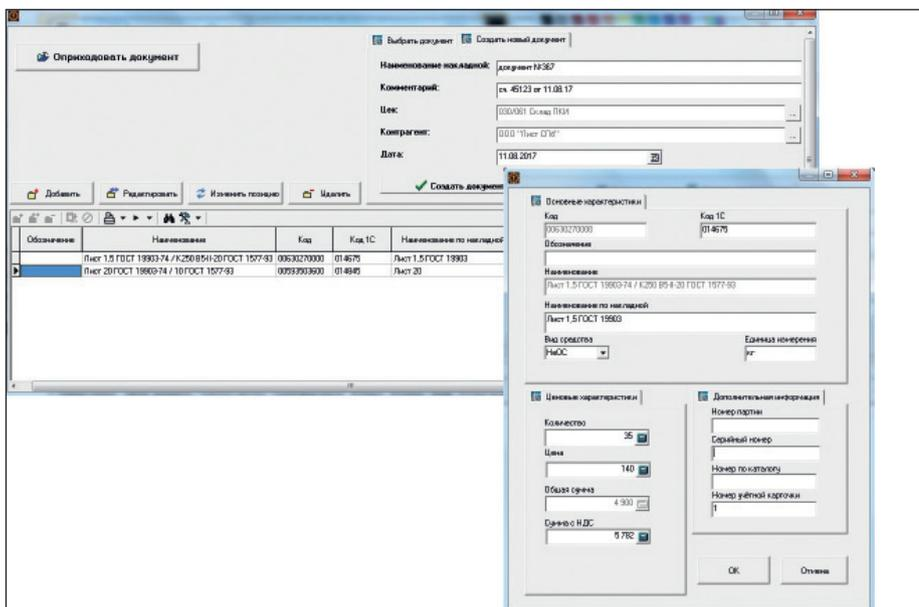

Рис. 2. Создание прихода номенклатуры
**Создание прихода от поставщика** (рис. 2). Создаются учетный документ "Приходный ордер" и расчетный документ "Накладная поставщика". При внесении информации через этот макрос появляется возможность вести дополнительные параметры: